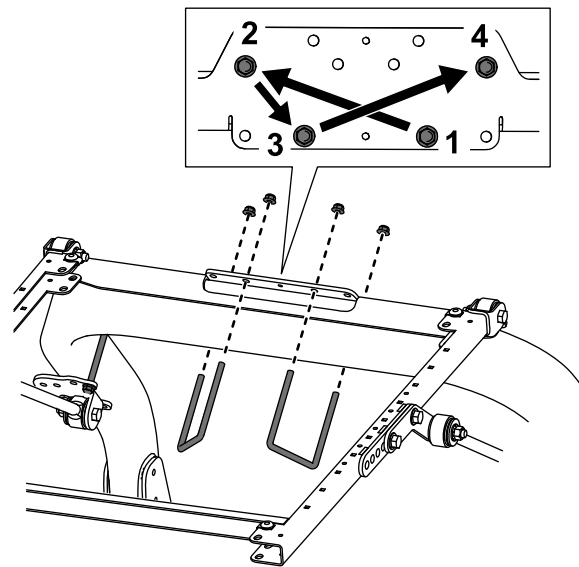

Figura 2
- Para asegurar una distribución uniforme, apriete las tuercas en un patrón alternativo, como se muestra en la Figura 2.